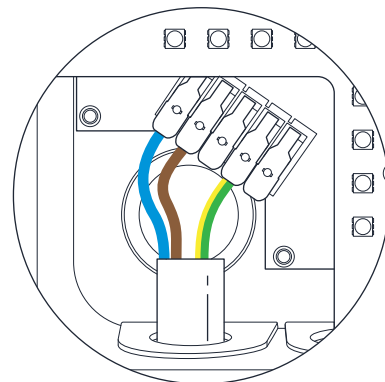

Fig. 8 - Succesiunea firelor cablului de alimentare
16. Introduceți cele 3 fire ale cablului de alimentare în conectorii montați pe placa PCB și închideți fiecare pârghie a conectorilor. Asigurați-vă că firele sunt introduse complet în conectori, astfel încât să nu se vadă nicio parte dezizolată a firelor sau a cablurilor (protecție electrică împotriva contactului direct). O conexiune incorectă poate avea drept rezultat un contact necorespunzător, ceea ce poate cauza un pericol de incendiu. (Fig. 8)